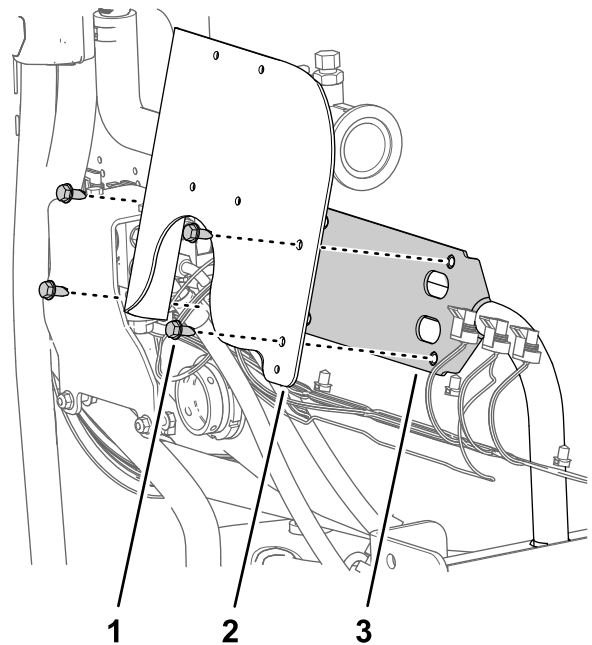

図 72
1. フローメータのブラケットについている穴を、バルブマウントに合わせる 図 72。